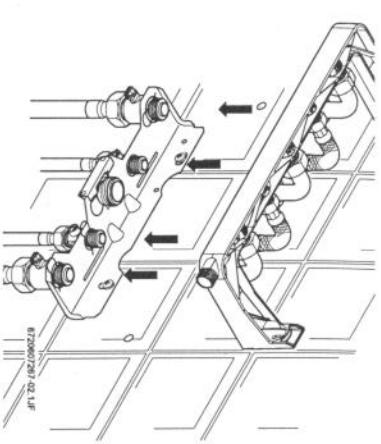

Fig. 2 Conectarea kitului de preinstalare
► Realizați conexiunile între kitul de preinstalare și țevile instalației (fig. 2).